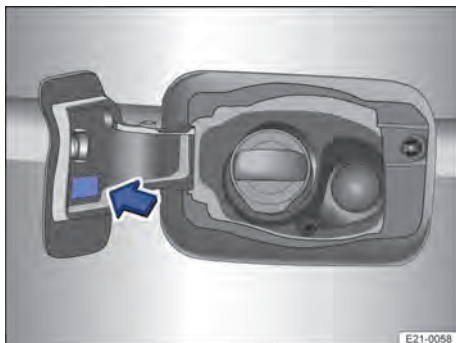

Abb. 173 An der Innenseite der Tankklappe: Kraftstoffhinweisschild (Prinzipdarstellung).
Die zu tankende Art des Kraftstoffs ist abhängig von der Motorisierung des Fahrzeugs. In der Innenseite der Tankklappe befindet sich werkseitig das Kraftstoffhinweisschild mit der Angabe des zu verwendenden Kraftstoffs für das Fahrzeug → Abb. 173.
- Am Fahrzeug auf dem Kraftstoffhinweisschild in der Tankklappe → Abb. 173.